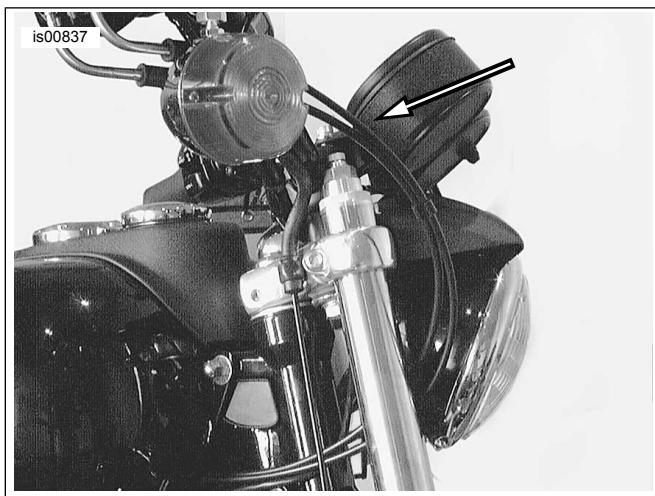

Figure 4. Acheminement du câblage (modèles FXD, FXDX et FXDS-Conv)
**Modèles FXD, FXDX, FXDS-Conv** : voir Figure 4. Acheminer les câbles de commande des gaz et de ralenti entre le phare et le tube de fourche avant droit, puis sous le côté droit du réservoir vers le carburateur.